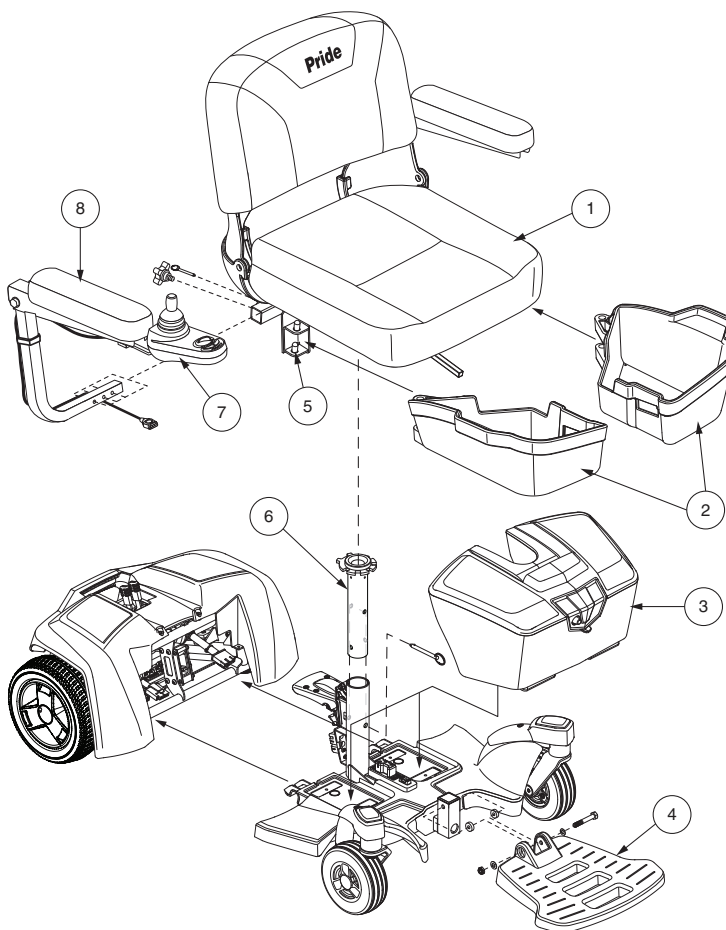

Figure 4. L'assemblage du Go-Chair
Vous devrez assembler votre Go-Chair avant de l'utiliser pour la première fois ou lorsque vous le transportez. Vous devrez aussi le démonter pour faire certains réglages confort. **Voir la figure 4** pour les détails des pièces de votre Go-Chair qui sont conçues pour être montées ou démontées par l'utilisateur ou par un préposé avant de faire des réglages confort au fauteuil. Deux clés hexagonales sont fournies afin d'installer le contrôleur et de faire le réglage du repose-pieds.
1. Soulevez la section avant par le levier de blocage et alignez les crochets avec la tubulure de la section arrière. **Voir la figure 4.**
2. Une fois que les crochets du châssis sont sur le tube inférieur du châssis, abaissez la section inférieure avant et faites pivoter la section arrière simultanément. Ceci engagera le verrouillage du châssis automatiquement. **Voir la figure 4.**